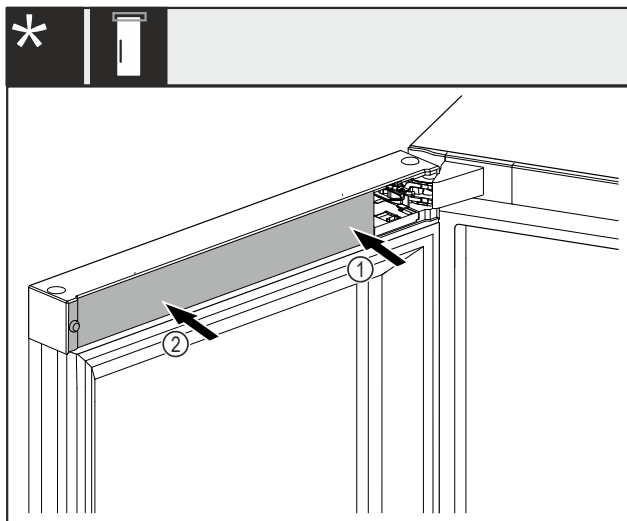

Fig. 50 *
- Applicare per prima cosa la copertura Fig. 50 (1) sul lato del blocco di supporto e innestarla.*
- Applicare per prima cosa la copertura Fig. 50 (2) sul lato esterno e innestarla.*